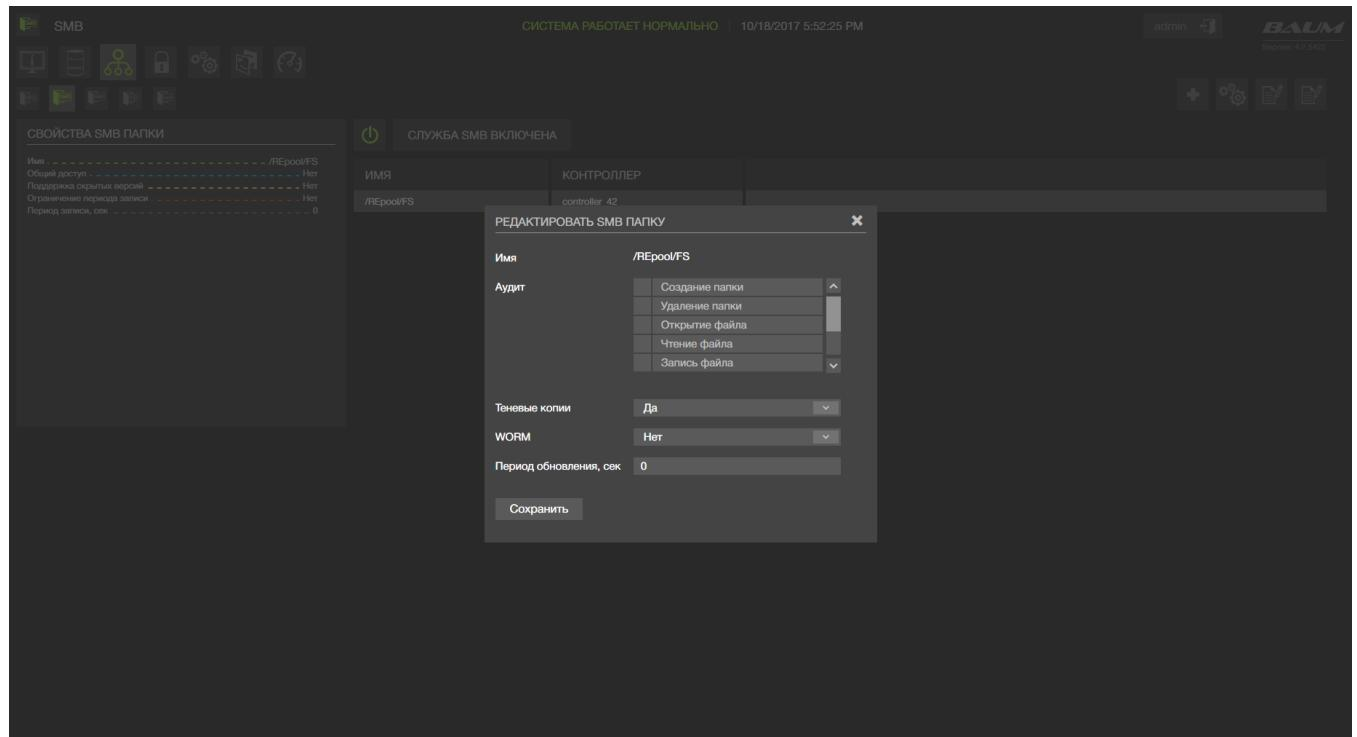

Рисунок 65 – Редактирование SMB папки
- 4) Поменять значение Теневых Копий на значение «ДА» (см. Рисунок 65)